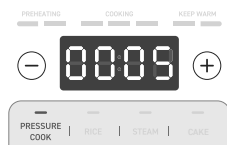

Figure 4.3
3. Sélectionnez **CUISSON SOUS PRESSION** et appuyez sur les boutons – ou + pour régler la durée. **[Figure 4.3]**